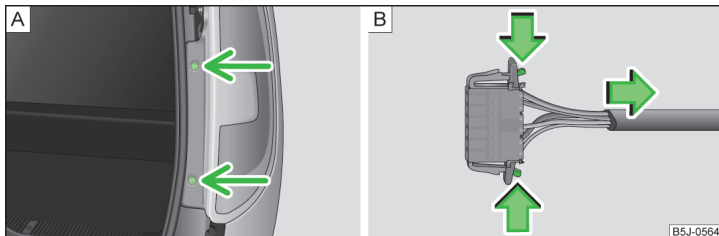

Abb. 165 Rückleuchte ausbauen / Steckverbindung trennen
- Die Leuchte abschrauben » Abb. 165 - A.
- Die Steckverbindung trennen » Abb. 165 - B.